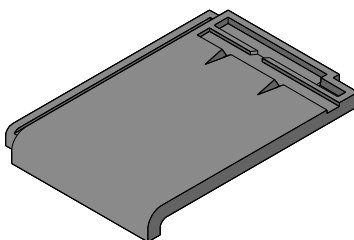

fig. 7.14
- La **tuile petit moule à pureau plat** (fig. 7.14).